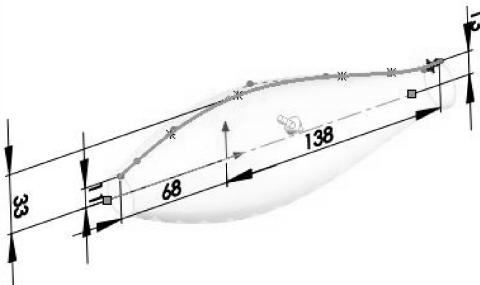

图 4-45 创建旋转曲面
- 03 利用【曲面】选项卡中的【旋转曲面】工具，创建旋转曲面，如图 4-45 所示。